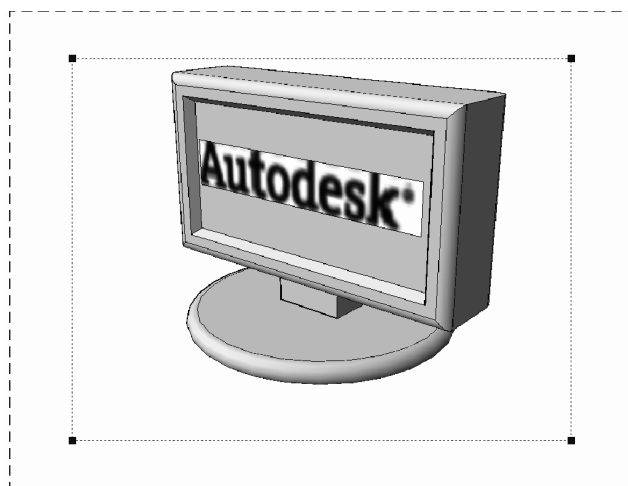

Fig. 7.13 Ștergerea ferestrei de afișare
22. Se selectează dreptunghiul care mărginește fereastra de afișare, din Fig. 7.13, și se șterge (comanda **Erase**).